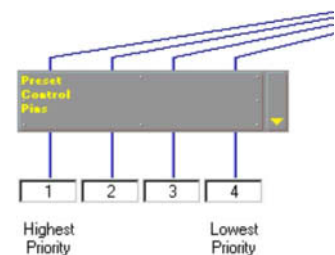

Abbildung 55 -
- d) Wenn Prioritätskodierung für den Steuereingang verwendet wird, die entsprechenden Preset-Nummern unter dem Preset-Steuerblock eingeben (siehe Abbildung 55 auf der folgenden Seite).